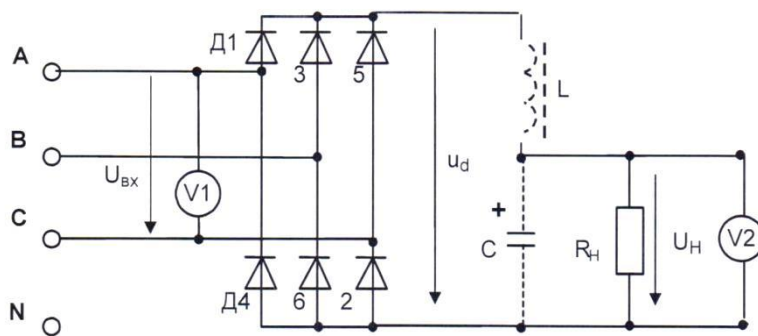
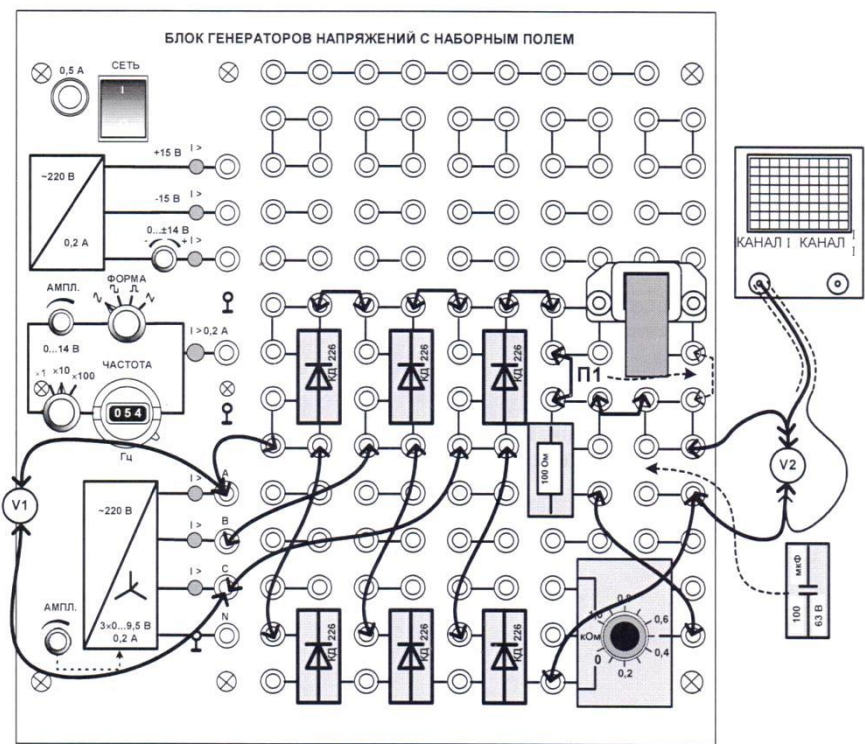

Рис. 12.1. Мостовая схема трёхфазного выпрямителя
Рис. 12.2 Монтажная схема трёхфазного выпрямителя
5.1. Соберите цепь трёхфазного мостового выпрямителя согласно принципиальной схеме (рис. 12.1) и монтажной схеме (рис. 12.2). На схеме V_1 – мультиметр для измерения действующего значения синусоидального напряжения, V_2 – мультиметр для измерения постоянного (выпрямленного) напряжения. Сопротивление нагрузки R_n состоит из двух последовательно соединённых резисторов: постоянного 100 Ом и переменного 1000 Ом, - и в первом опыте может быть любым от 100 до 1100 Ом.